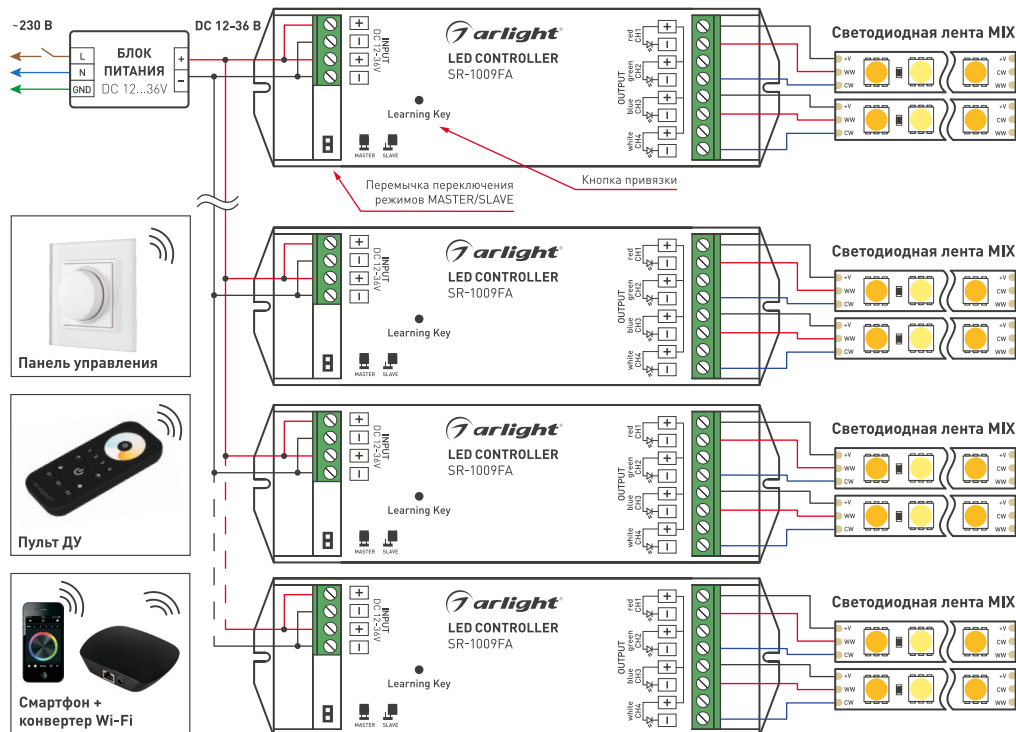

Рисунок 2. Схема подключения оборудования на примере контроллеров SR-1009FA.
- 3.4. Подключите контроллер и светодиодную ленту. На Рис. 2 показан пример подключения контроллера SR-1009FA (см. инструкцию к используемому контроллеру).